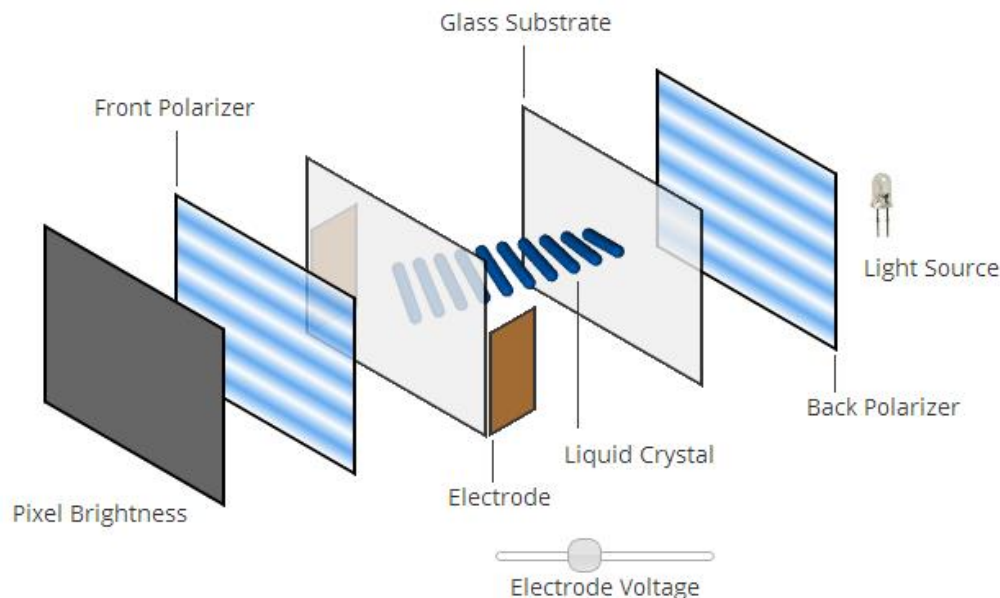

図 56: LCD ピクセルの構成と働き
LCD 内のピクセルは図 56 のように、色々なパーツを多層のサンドイッチ状にアレンジした物です。2つの水平の偏光子を持ち、1つは裏、もう1つは表に設置してあります。これらのあい
**明るさ:** 光源から来る光は裏の偏光子を通り、水平の偏光を得ます。図 56 のスライダーが左端に位置する場合、電極のあいだには電圧がないため、液晶はこの偏光を  $90^\circ$  曲げます。しかし、この垂直の偏光の光は表の偏光子によって完全に遮断されるので、暗い（黒い）ピクセルに見えます。